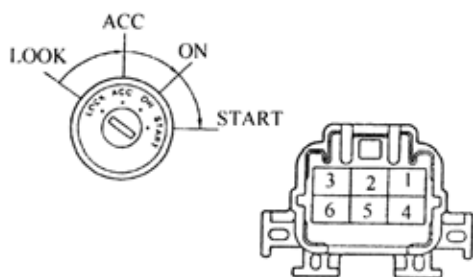

图 9-255
- (1)从发动机室接线盒上拆下 ECU-IG 熔断丝，检查熔断丝，标准：导通。如果不正常，更换熔断丝；如果正常，转到下一步骤。
- (2)检查点火或起动开关总成，如图 9-255 所示，其标准应符合表 9-117 所示要求。